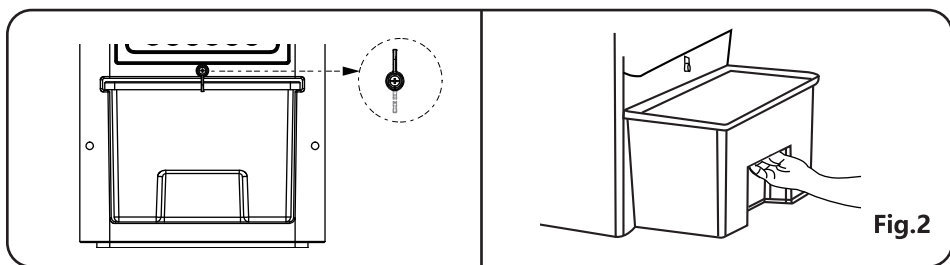

Fig.2
a. Prima di mettere in funzione l'unità in modalità di raffreddamento, ruotare la piccola manopola, estrarre il serbatoio dell'acqua e assicurarsi che la valvola di sfiato del serbatoio dell'acqua sia correttamente fissata. Quindi, riempire il serbatoio dell'acqua con acqua pulita assicurandosi di non superare il livello massimo indicato. (Fig. 2/ Fig. 3/ Fig. 4)